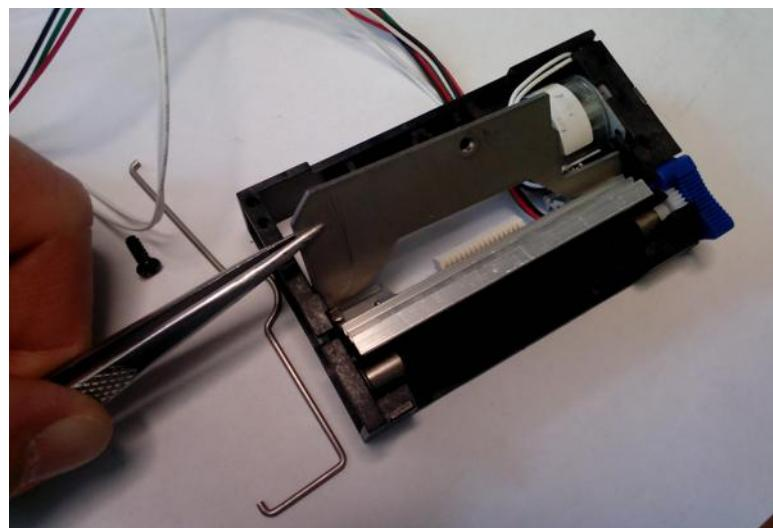

Рис. 7.12 - Извлечение пластины.
7.6.3.6.4 Извлечь пластины (Рис. 7.12).